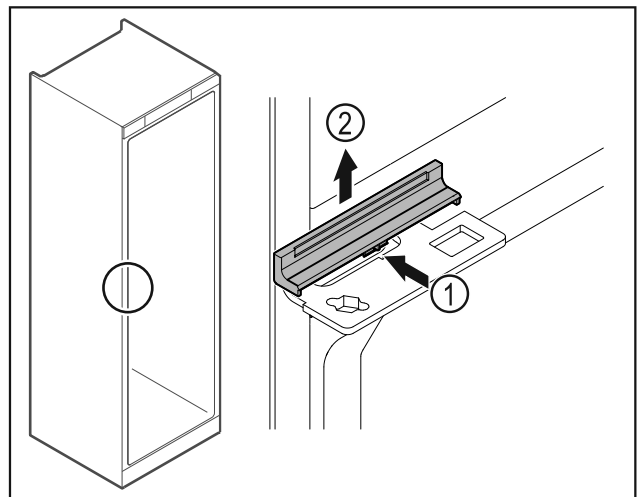

Fig. 48
- ▶ Trykk dekselet Fig. 48 (1) litt inn på midten, og trekk det opp og av Fig. 48 (2).